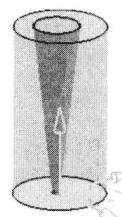

图1-14
- (1) 提供了更多种类的孔特征，采用这些方式创建孔特征将大大提高工作效率。
- (2) 在装配结构中，孔特征可以穿过多个实体，穿过的实体可以不必为当前工作部件的子装配。系统能够自动推测出当前孔特征可能要穿过的实体，并识别出开始、中间和结束实体。该功能极大地提高了定位孔的建模速度和准确程度。
(3) 新增加了拔模孔类型，如图1-14所示。
(4) 新增了用于控制孔深度的方式。